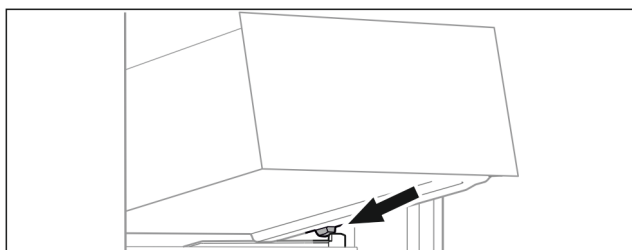

Fig. 100
- ▶ Sæt skuffen skråt bag stoppene på beholderristen. (se Fig. 100)